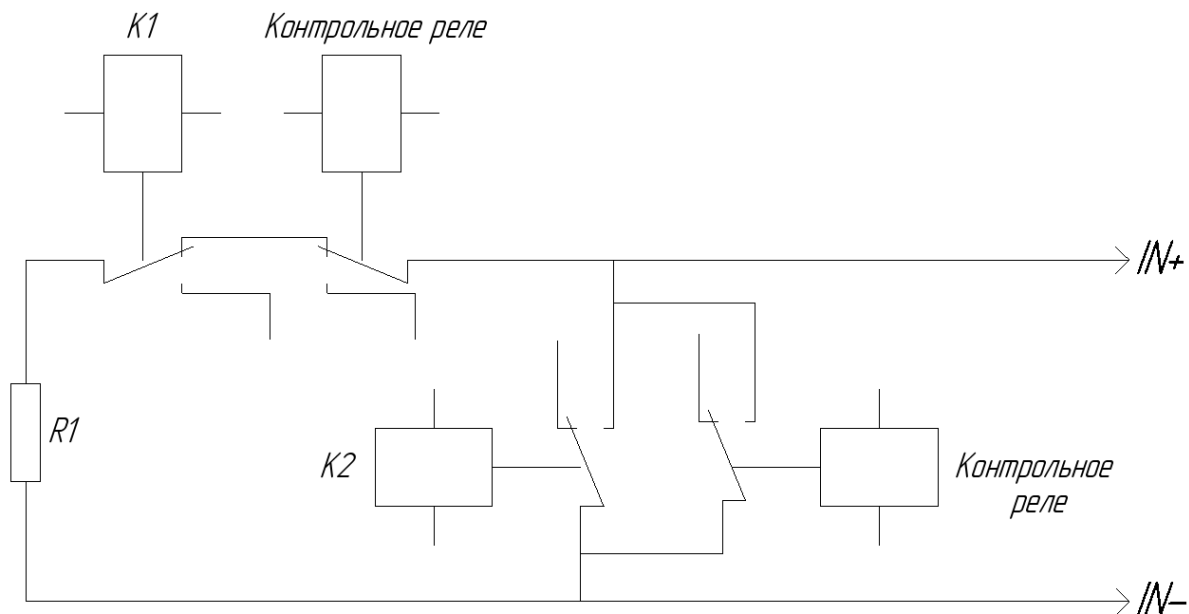

Рисунок 38
Для извещателей без функции дистанционного контроля – его можно симитировать внешними контактами реле таким образом: нормально-замкнутый контакт (NC) – последовательным нормально-замкнутым контактом, нормально-разомкнутый (NO) – параллельным нормально-разомкнутым контактом (рисунок 38).